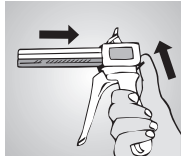
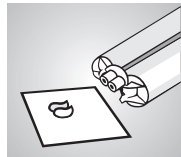

Fig. 2
Fig. 3
Exprimir los cartuchos con la pistola del sistema Automix2 (Fig. 2). Retirar la tapadera del cartucho girándola, después de insertar el cartucho. Exprimir una cantidad pequeña del material, hasta que el material salga proporcionalmente de las dos aperturas (Fig. 3). Para posar la cánula de mezcla hay que tener en cuenta las conductas en la cánula y el cartucho. Retener girando en sentido contrario (Fig. 4). La dosificación puede efectuarse ahora individualmente. Después del uso se deja la cánula de mezcla sobre el cartucho hasta el próximo uso. ¡Utilizar solamente cánulas de mezcla **tempofit® semi** 10:1 azules!
- Para asegurar una mezcla homogénea: Antes de colocar la cánula de mezcla, **siempre** dispensar una pequeña cantidad del material, hasta que la base y el catalizador salgan **uniformemente de ambos orificios** del cartucho (Fig. 3).